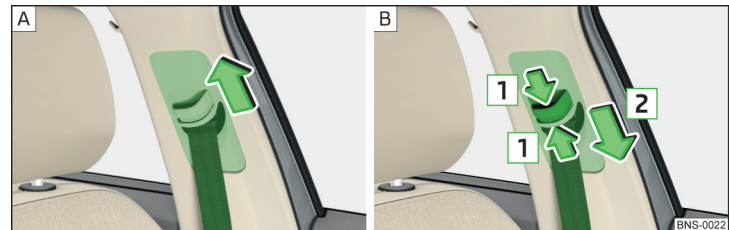

Fig. 18 Ajuste en altura del cinturón para los asientos delanteros
- » Desplazar la guía **hacia arriba** en sentido de la flecha » **fig. 18 - [A]**.
- » **O bien:** Comprimir el seguro en el sentido de la flecha **[1]** y deslizar la guía **hacia abajo** en el sentido de la flecha **[2]** » **fig. 18 - [B]**.